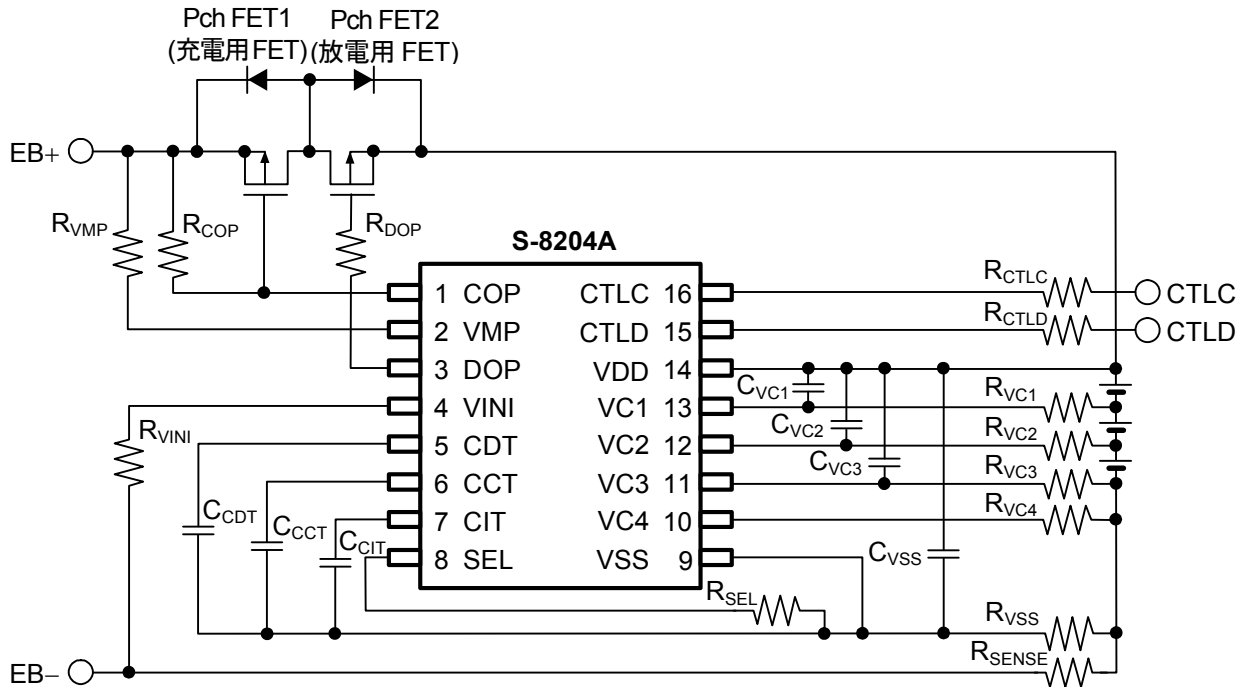
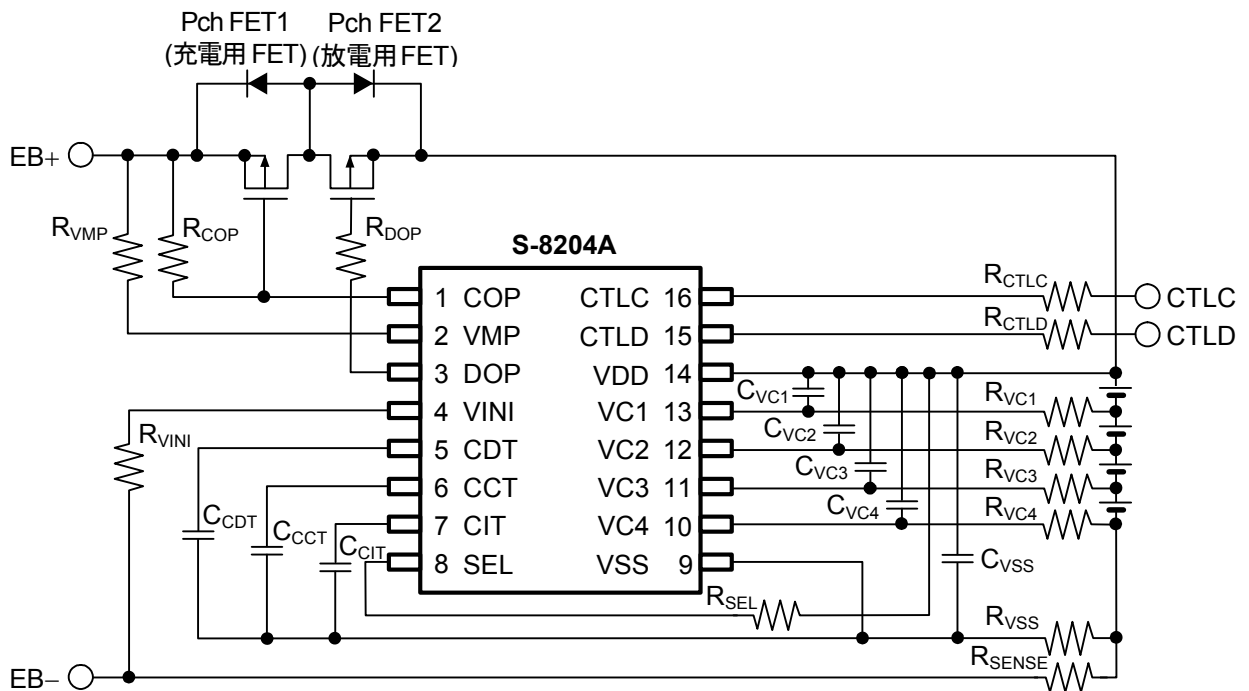

図12
図13
■ タイミングチャート (図12、図13の回路)
表10 外付け部品定数 (図12、図13の回路)